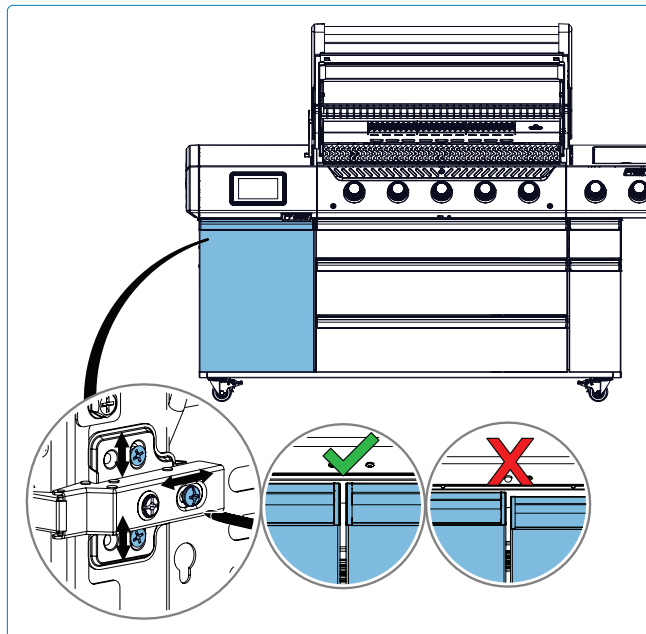

Fig. 21
1. Find justeringsbeslaget øverst på døren **(Fig. 21)**.
4. Juster hængselskruerne for at justere lågerne, så de er i niveau med hinanden **(Fig. 21)**.